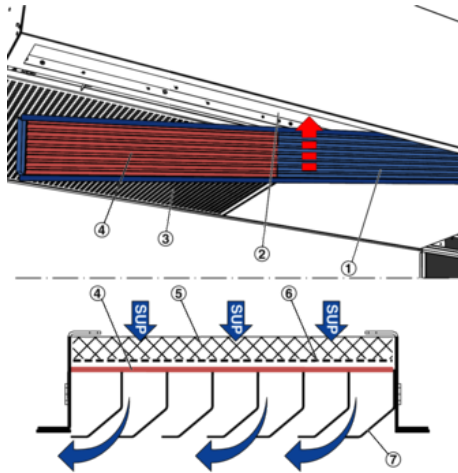

Abb. 20: Lüftungsgitter einsetzen
22. ▶ An beiden Bauteilen die Zuluftgitter (Abb. 20/1) einsetzen, dazu diese etwas schräg und verdreht in das Gehäuse (Abb. 20/2) einschieben und positionieren. Bei Einsetzen darauf achten, das im Bereich der Ansaugöffnung (Abb. 20/3) das Gitter mit dem Blindblech (Abb. 20/4) eingelegt wird und das die Lamellen (Abb. 20/7) zur Raumseite zeigen. Das Filterfließ (Abb. 20/5) liegt auf dem Lochblech (Abb. 20/6).